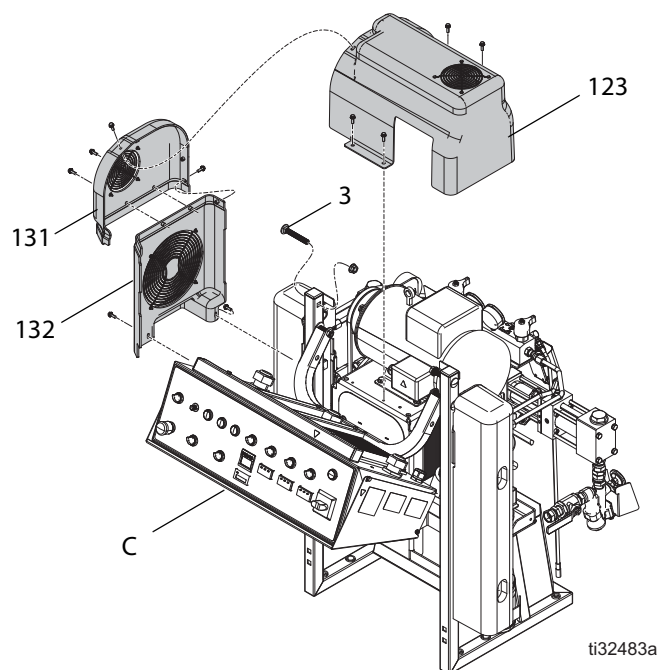
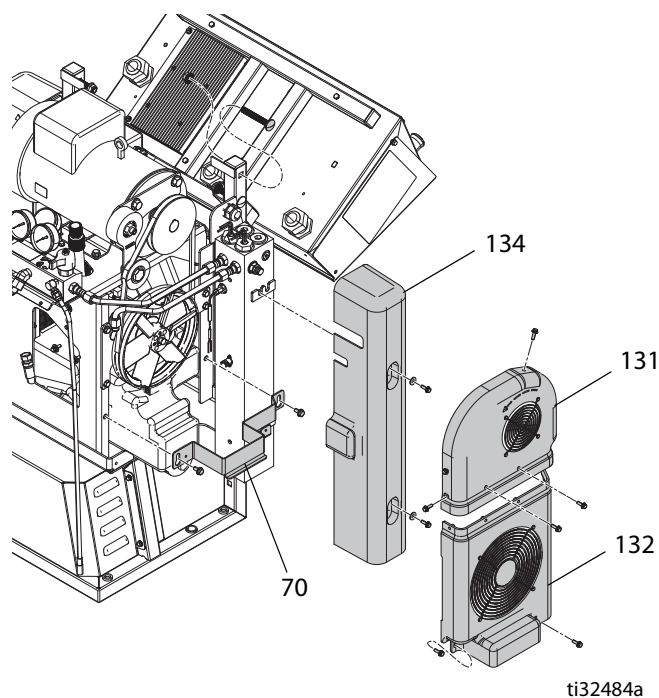

Рис. 63
Рис. 64
6. Снимите крышки двигателя и ремня (123, 131). Приподняв крышку (123), ослабьте крепеж серебряного кронштейна (70). Освободите серебряный кронштейн (70) от крепежа и отложите его в сторону. Снимите крышки ремня (131, 132). Снимите крышку нагревателя (123). См. Рис. 63 и Рис. 64.